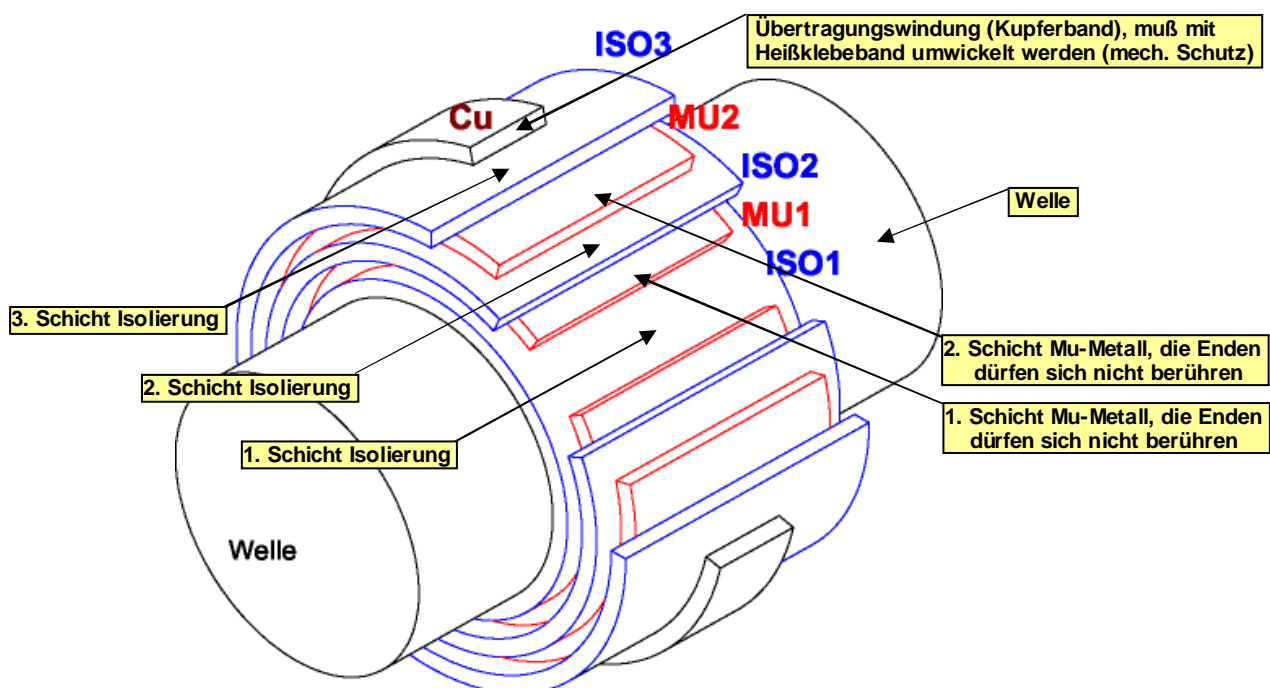

Abbildung 6.1.3-1 Schnittdarstellung der Übertragerwindung bei induktiver Versorgung
1. Umwickeln der Welle mit Isolierband wie in Abbildung 6.1.3-1 dargestellt. Die isolierte Fläche muss auf beiden Seiten breiter als das anschließend aufzubringende Mu - Metall sein, um einen Kurzschluss des Mu - Metalls mit der Welle zu verhindern.